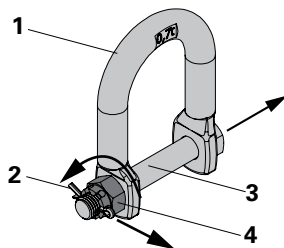
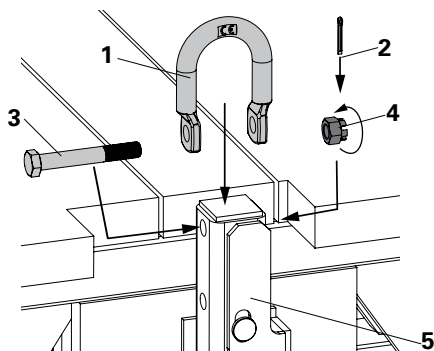
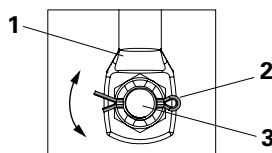
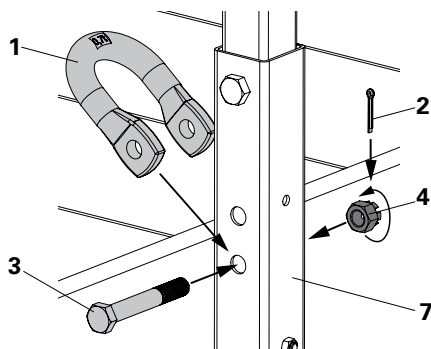

Fig. 9
Fig. 10
Fig. 11a
Fig. 12
1. Estrarre la copiglia (2). (Fig. 9)
2. Svitare il dado a corona (4) in senso antiorario e rimuoverlo dalla vite (3). (Fig. 9)
3. Estrarre la vite (3).
4. Collocare la staffa (1) in posizione di montaggio. (Fig. 10)
5. Inserire la vite (3) nei fori della staffa (1) e nel foro superiore della mensola di ripresa (5). (Fig. 10)
6. Avvitare il dado (4) in senso orario sulla vite (3).
7. Inserire la copiglia (2) nel foro della vite (3) e allargare. (Fig. 11a)
4. Collocare la staffa (1) in posizione di montaggio sulla prolunga parapetto (7). (Fig. 12)
5. Inserire la vite (3) nei fori della staffa (1) e nel terzo foro dall'alto della prolunga parapetto (7). (Fig. 12)